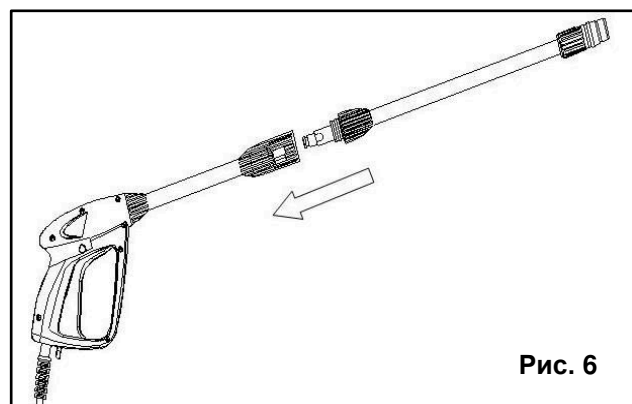

Рис. 6
- Соедините трубку высокого давления с пистолетом, вставив и повернув ее до упора на соединительной муфте пистолета (См. Рис. 6).